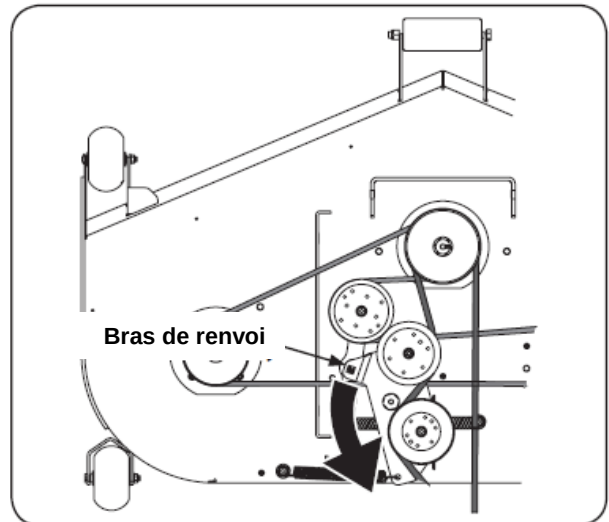

Figure 7-4
3. Placez la pédale de levage du plateau à la position de tonte la plus basse et remplacez la tige de blocage devant la pédale dans le support de hauteur de plateau et fixez-la solidement en tournant vers le bas la tige de blocage jusqu'à l'extrémité des encoches de la tige. Consultez la Fig. 7-4.
4. À l'aide d'un carré conducteur de 1/2" dans le bras de renvoi, tournez la clé vers le dos du tracteur et glissez la courroie à l'extérieur de la poulie de la PDF. Consultez la Fig. 7-4.